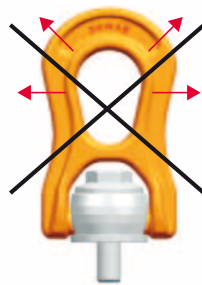

Figura 3
- La dirección de la fuerza de tracción no se aplica dentro del rango de ángulos indicado (véase figura 3)